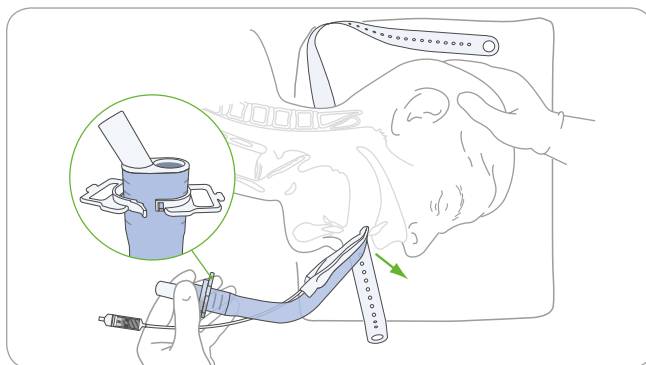

Figura 9. Premere la punta della maschera contro il palato duro
5. Posizionare il supporto sulla sezione blocca-morso in modo che la superficie piatta della flangia sia rivolta verso il paziente e collocare il supporto a metà del blocca-morso **SENZA SERRARE**, come illustrato nella **Figura 9**. Per facilità d'uso, si consiglia di orientare il supporto in modo che sia rivolto verso il naso del paziente, una volta inserito.
7. Tenere il dispositivo esattamente come illustrato nella **Figura 9**.